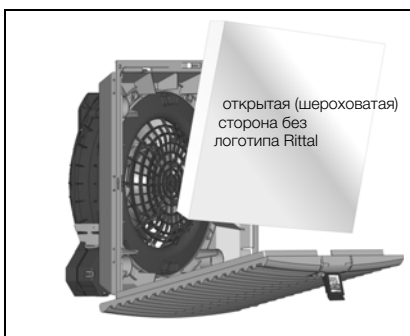

Рис. 7: Установка фильтрующей прокладки
- Обратите внимание, что открытая сторона (без логотипа Rittal) была направлена в сторону решетки (см. рис. 7).